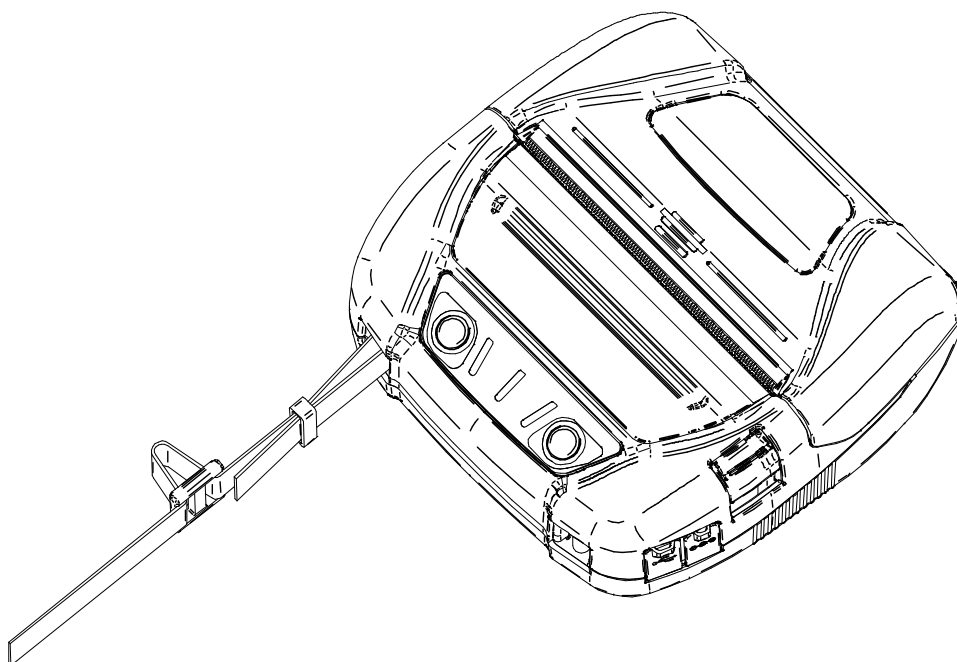

図 14-5 ショルダストラップの取り付け(2)
- ② 図 14-5のように、折り返したショルダストラップの先端をリングに通してください。